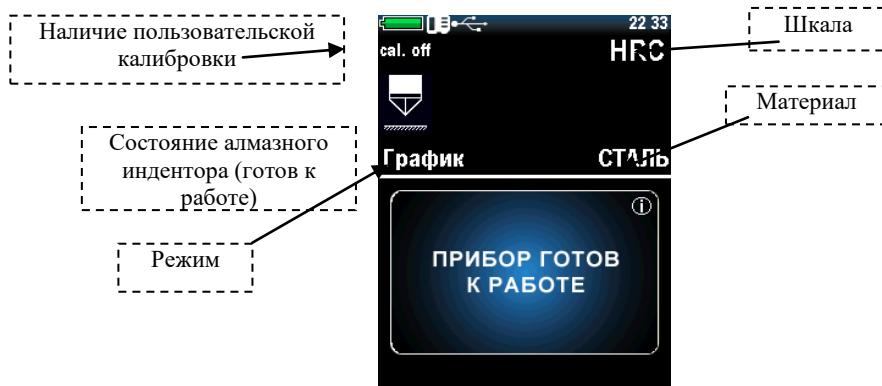

Рисунок 2.5 – Раздел «ИЗМЕРЕНИЯ»
4. Так как преобразователь уже подключен прибор сразу переходит в раздел «ИЗМЕРЕНИЯ» (рис. 2.5).